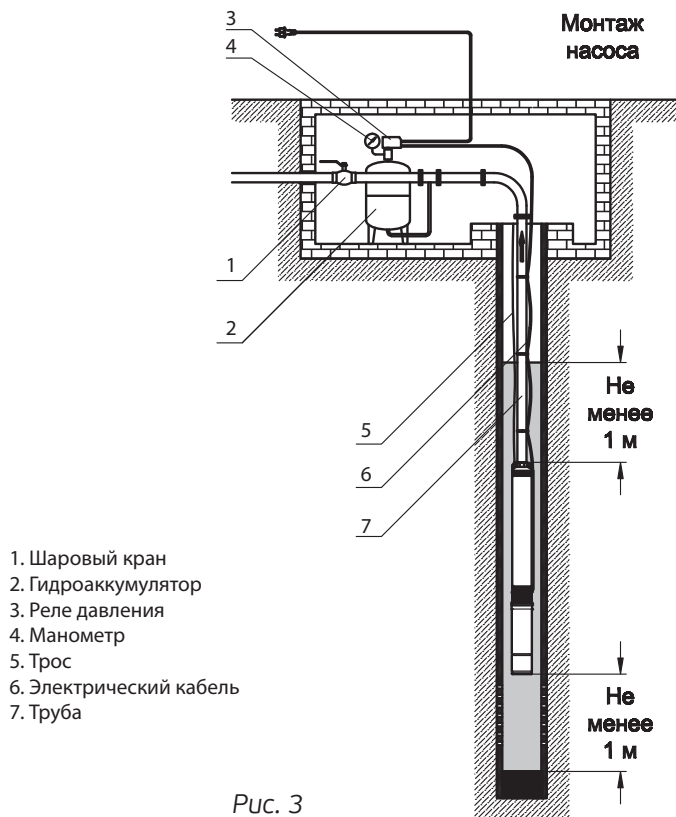

Рис. 3
- Вертикальная установка – 1м, рис. 3.
Минимальное расстояние от дна – 1м, рис.3.
Необходимо страховать насос с помощью стального троса, рис.3. Стальной трос должен быть ослаблен настолько, чтобы он был не нагружен. После этого он должен быть закреплен в верхней части скважины с помощью специальных зажимов. При выборе троса необходимо учитывать вес подвешенного оборудования.